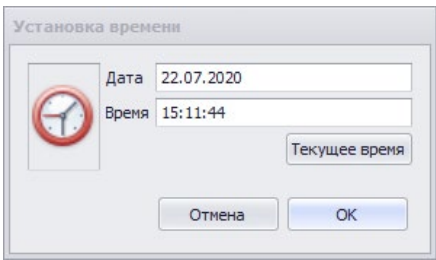

Рисунок 3. Настройка времени
- Установить время. С помощью команды «Прибор – > Настройка времени» вызвать диалоговое окно «Установка времени»(Рисунок 3), в котором установить текущее